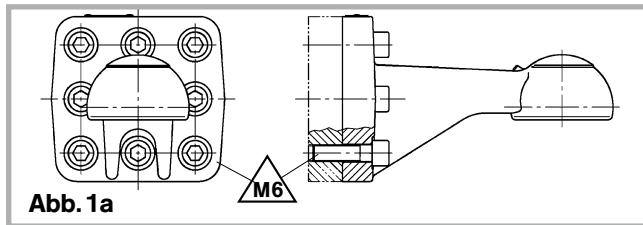

Abb. 1a
- Die Flanschzugöse ist mit den mitgelieferten 8 Innensechskantschrauben M20x70 lg – 10.9 (Abb. 1a) oder wahlweise mit 8 Innensechskantschrauben M20 x L – 10.9 und 8 Flanschmuttern M20-10 (Abb. 1b; nicht im Lieferumfang) mit der Starrdeichsel zu verschrauben. Das Anzugsdrehmoment **M6** beträgt **560 Nm\*\***